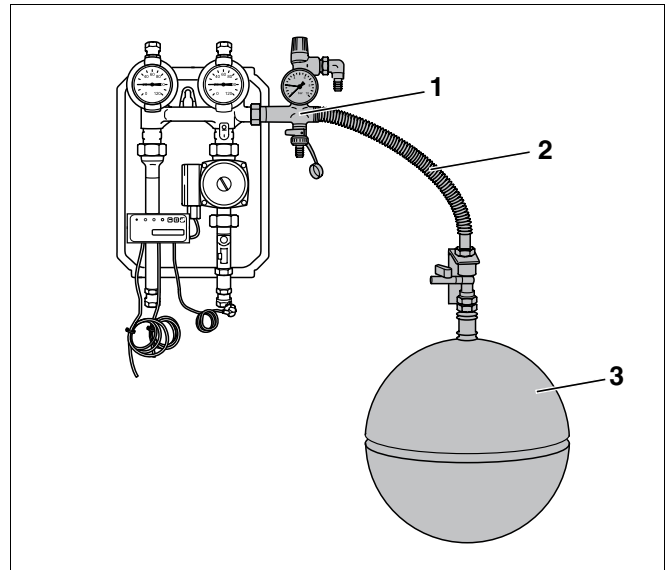

Fig. 12 Ligar o vaso de expansão
Poderá encomendar um vaso de expansão (Fig. 12, **Item 3**) separadamente (acessório).
- Ligue o MAG (Fig. 12, **Item 3**) no retorno da água no grupo de segurança (Fig. 12, **Item 1**) da unidade completa.
- Monte o MAG (Fig. 12, **Item 3**) com o respectivo material de fixação.
- Ligue o MAG através do tubo ondulado em aço inoxidável (Fig. 12, **Item 2**) que se encontra no kit de ligação do vaso de expansão (AAS/Solar). O AAS/Solar deve ser encomendado separadamente.